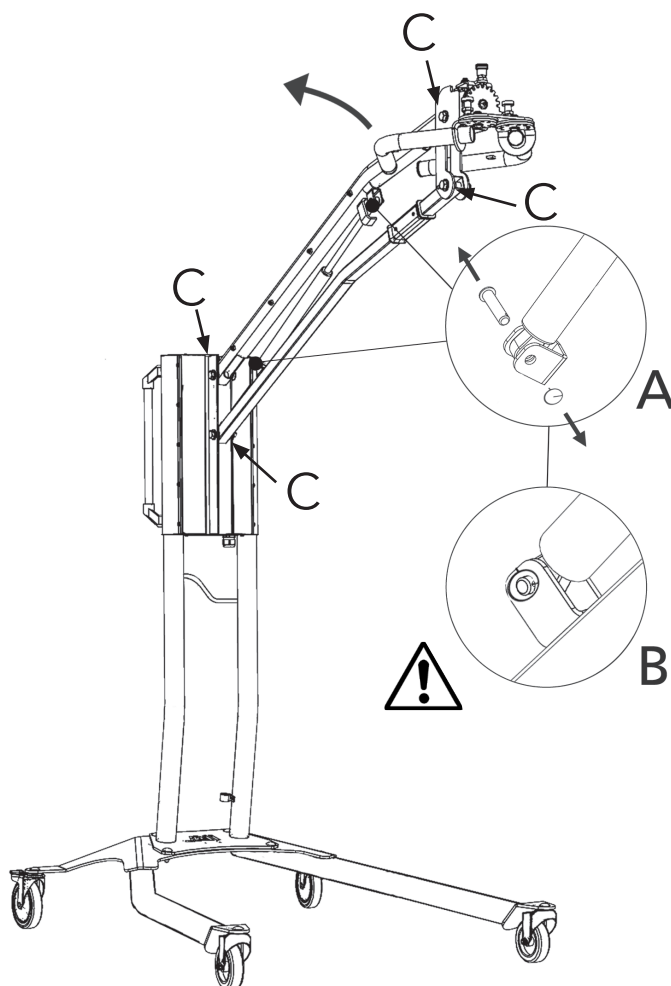

Bild 2
Om torken inte stannar i den högsta eller lägsta positionen utan faller eller höjs av sig själv, dra åt de 4 bultarna som indikeras med bokstaven "C" i bild 2. Om armen inte stannar kvar i önskat läge eller om den är för tung att justera, måste gastrycksfjädern bytas ut.
2. Placera parallellarmen i den mest upprätta positionen. (bild 2)
4. Ta bort låsringarna och de två stiften. Flytta gasfjädern en aning uppåt/framåt och ta sedan bort den. (bild 2)